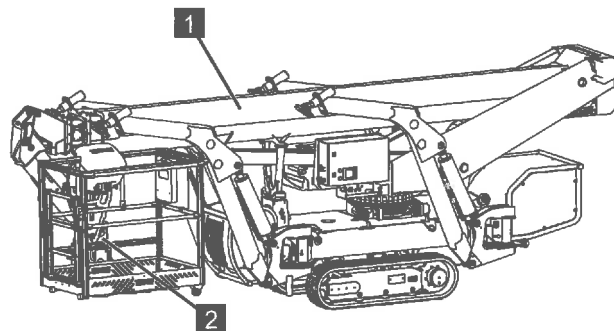

Abb. 147
- Abstützung eins und vier (Abb.147/1) befinden sich in Transportstellung 1.
- Abstützung zwei und drei (Abb.147/2) befinden sich in Transportstellung 1.